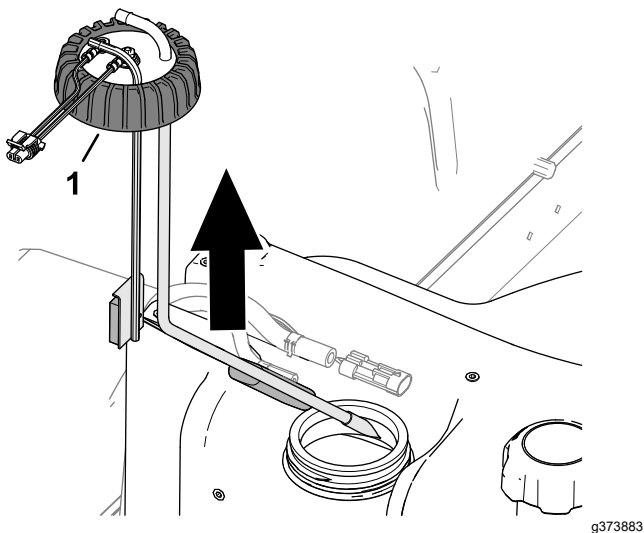

Figura 91
5. Afloje el tapón del sensor de combustible (Figura 91).